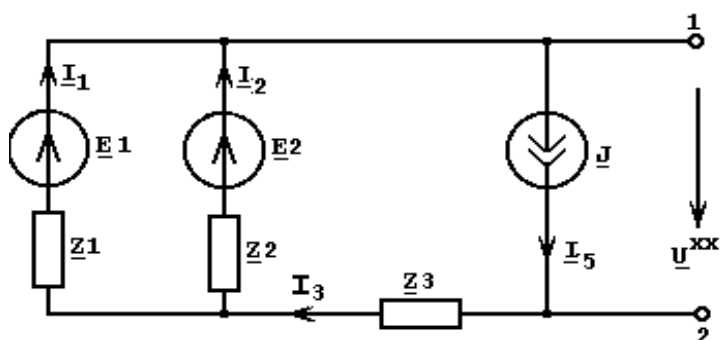
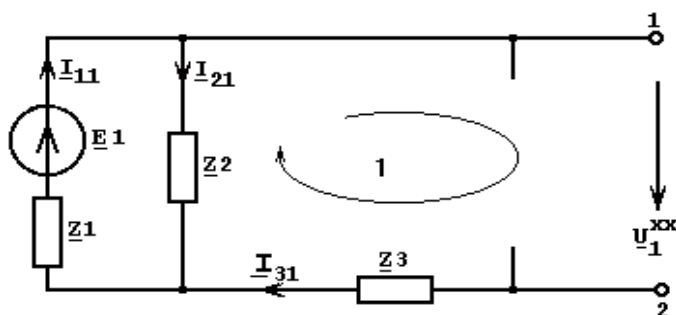
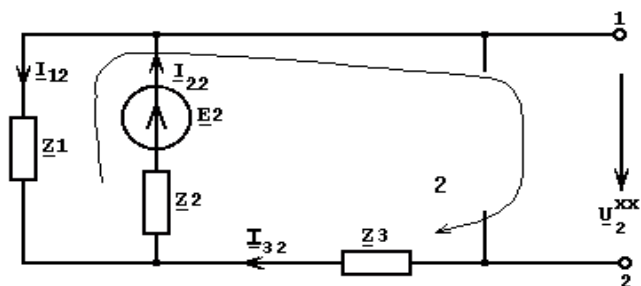
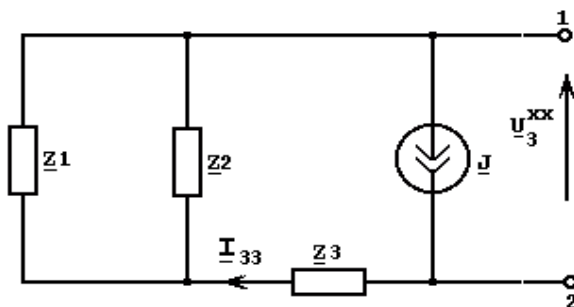

Рисунок 1.16
Рисунок 1.17
Рисунок 1.18
Рисунок 1.19
2.2.1. Схема для расчета $\underline{E}_3$ представлена на (рисунок 1.16)
2.2.2. Указываем направления токов и напряжений в схеме (рисунок 1.16).
2.2.3.1. Из схемы (рисунок 1.16) исключаем $\underline{E}_2$ и $\underline{J}$ и находим $\underline{U}^{xx}$ (рисунок 1.17).
2.2.3.2. Для контура 1 (рисунок 1.17) в соответствии со вторым законом Кирхгофа можно записать $\underline{U}_1^{xx} + \underline{I}_{31}\underline{Z}_3 - \underline{I}_{21}\underline{Z}_2 = 0$.
2.2.3.3. Из схемы (рисунок 1.16) исключаем $\underline{E}_1$ и $\underline{J}_1$ и находим $\underline{U}_2^{xx}$ (рисунок 1.18)
2.2.4. Для контура 2 (рисунок 1.18) в соответствии со вторым законом Кирхгофа можно записать $\underline{U}_2^{xx} + I_{32} \cdot \underline{Z}_3 - I_{12} \underline{Z}_1 = 0$.
2.2.4.1. Из схемы (рисунок 1.16) исключаем $\underline{E}_1$ и $\underline{E}_2$ и находим $\underline{U}_3^{xx}$ (рисунок 1.19).
Элементы $\underline{Z}_3, \underline{Z}_2$ и $\underline{Z}_1$ образуют смешанную схему соединения (рисунок 1.19), следовательно, $\underline{Z}_{33} = \underline{Z}_3 + \frac{\underline{Z}_1 \cdot \underline{Z}_2}{\underline{Z}_1 + \underline{Z}_2} = 3 + j4 + \frac{(6 - j8) \cdot 5}{6 - j8 + 5} = 6.514 + j2.919 \text{ Ом.}$